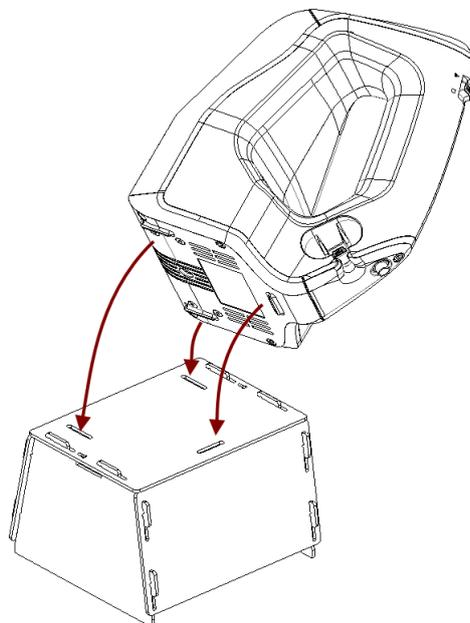

Abbildung 135: Artec Spider auf den Ständer setzen
3. Den Scanner so auf den Ständer setzen, dass die drei Scanner-Rippen in die Ausparungen der Ständer-Abdeckung einrasten (siehe Abb. 135).